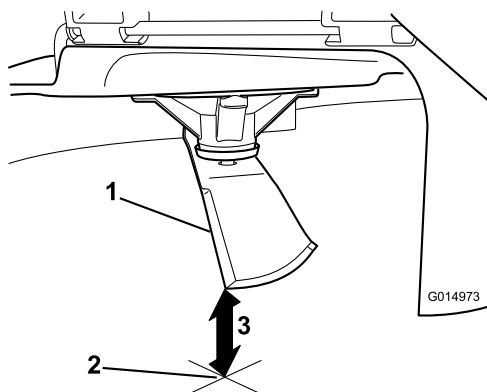

Figura 64
3. Meça da ponta da lâmina até à superfície plana (Figura 64).